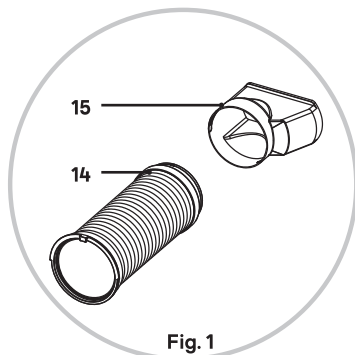

Fig. 1
3. Apăsăți și fixați duza de evacuare (#15) pe conectorul de evacuare (#14). (Fig. 1)